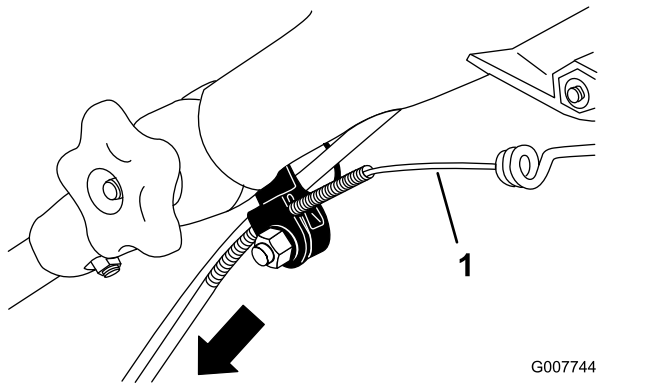

Bild 47
3. Ziehen Sie den Kabelmantel nach unten, bis der freigelegte Zug kein Spiel mehr hat (Bild 47).